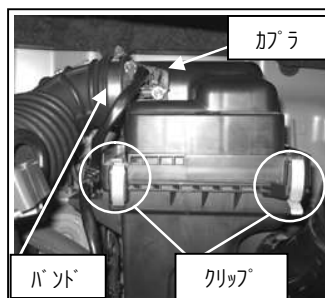

図 2
- ②エアフロセンサカバーを外し、ハーネスをクリーナーBOX から取外します。図2 参照
- ③クリップを外し、サクションホースのバンドを緩めクリーナーBOX 上側を取り外します。図2 参照